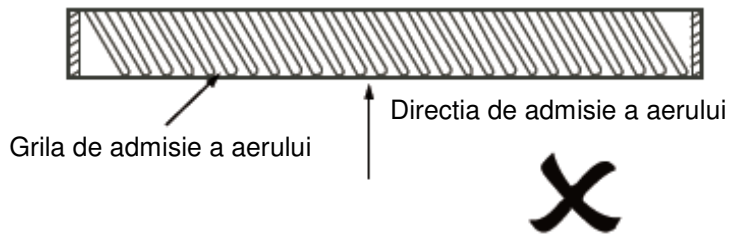

Figura 2.5
2. Nu trebuie sa existe un unghi intre grila de admisie a aerului si directia de admisie a aerului, altfel nivelul de zgomot va creste. De exemplu, metoda folosita pentru a crea grila de admisie a aerului din figura 2.5 este gresita.